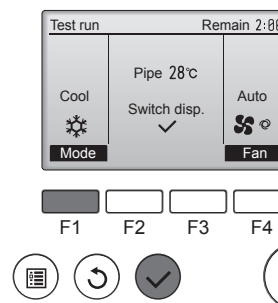

Fig. 7-3
- ① Pritisnite gumb [F1] da biste promijenili način rada. (Fig. 7-3)